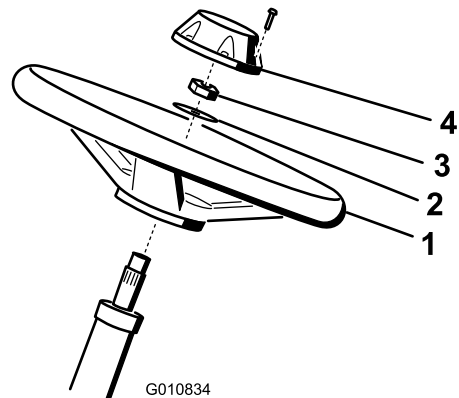

Figura 4
1. Deslice el volante sobre la columna de dirección (Figura 4).
2. Deslice la arandela sobre la columna de dirección (Figura 4).
3. Sujete el volante a la columna con una contratuerca y apriétela a 27–35 N·m (Figura 4).
- Sujete el embellecedor al volante con el tornillo (Figura 4).